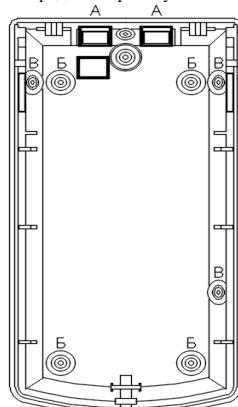

Рис. 4. Внешний вид внутренней стороны основания корпуса извещателя
- вскрыть необходимые отверстия для монтажа (см. рисунок 4):